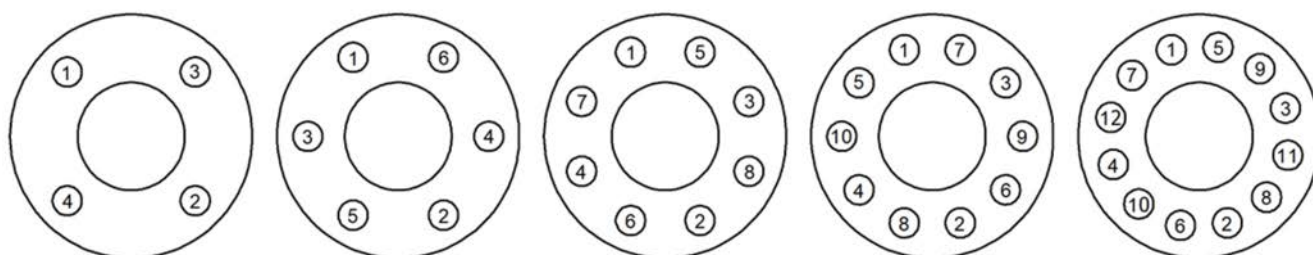

Fig. 2 Séquence de serrage
- ♦ Desserrer l'écrou (10) et dévisser complètement les boulons (15).
- ♦ Séparer le bonnet (9) du corps de la vanne (1).
- ♦ Enlever l'obturateur complet (3) du bonnet (9).
- ♦ Si nécessaire, dévisser et remplacer le siège (2) en utilisant les clés appropriées
- ♦ Insérez le nouvel obturateur dans le bonnet (9) et lubrifier la tige avec de l'huile au silicone.
- ♦ Toujours remplacer le joint du corps (11) en nettoyant soigneusement les surfaces d'appui.
- ♦ Serrer les écrous (15) d'une manière progressive et en séquence croisée, comme indiqué dans l'exemple de la Fig.2 paragraphe 2.01 en appliquant les couples indiqués au chapitre 5
- ◆ Desserrer l'écrou (10) et dévisser complètement les boulons (15).
- ◆ Séparer le bonnet (9) du corps de la vanne (1).
- ◆ Enlever l'obturateur complet (3) du bonnet (9).
- ◆ Enlever la cage de verrouillage du siège (13)
- ◆ Si nécessaire, retirer et remplacer le siège (2).
- ◆ Insérez le nouvel obturateur dans le bonnet (9) et lubrifier la tige avec de l'huile au silicone.
- ◆ Toujours remplacer le joint du corps (11) et le joint du siège (14) en nettoyant soigneusement les surfaces d'appui.
- ◆ Serrer les écrous (15) d'une manière progressive et en séquence croisée, comme indiqué dans l'exemple de la Fig.2 paragraphe 2.01 en appliquant les couples indiqués au chapitre 5.
- ♦ Séparer le bonnet (9), la chambre d'équilibrage (7), l'obturateur complet (3) et le piston d'équilibrage (8) du corps de vanne (1).
- ♦ Enlever la cage (5)
- ♦ Remplacer le joint d'étanchéité du piston d'équilibrage (8) en dévissant l'écrou (16).
- ♦ Toujours remplacer les joints du corps (11) en nettoyant soigneusement les surfaces d'appui.
- ◆ Démonter le bonnet (9) du corps de la vanne (1).
- ◆ Enlever la goupille (17) et dévisser l'obturateur (3)
- ◆ Si nécessaire, dévisser et remplacer le bloc soufflet (19) en remplaçant également le joint (18)
- ◆ Si nécessaire, dévisser et remplacer le siège (2) en utilisant les clés appropriées
- ◆ Toujours remplacer les joints du corps (11) en nettoyant soigneusement les surfaces d'appui.